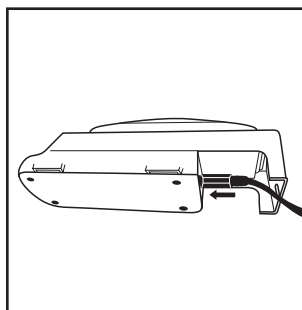

Fig. 1 – Installation du chargeur pour une pile
- Trousse de chargeur pour une pile TR-641N 3M™ : Brancher le cordon d'alimentation du chargeur TR-941N dans le support (Fig. 1).